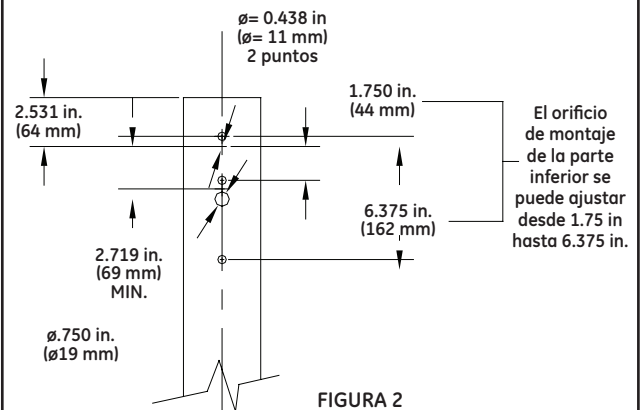

FIGURA 2
Esta luminaria se ha configurado para montarse en postes redondos de 2.38 a 6 in (60 a 152 mm) de diámetro. El patrón de orificios en el poste redondo deberá ser acorde con la Figura 2.
- Para el patrón de pernos diagonales de legado (Figura 5) ajuste la tuerca placa a 4.58 in (116 mm). Para el resto de los patrones de montaje consulte la Figura 2 en la página anterior.